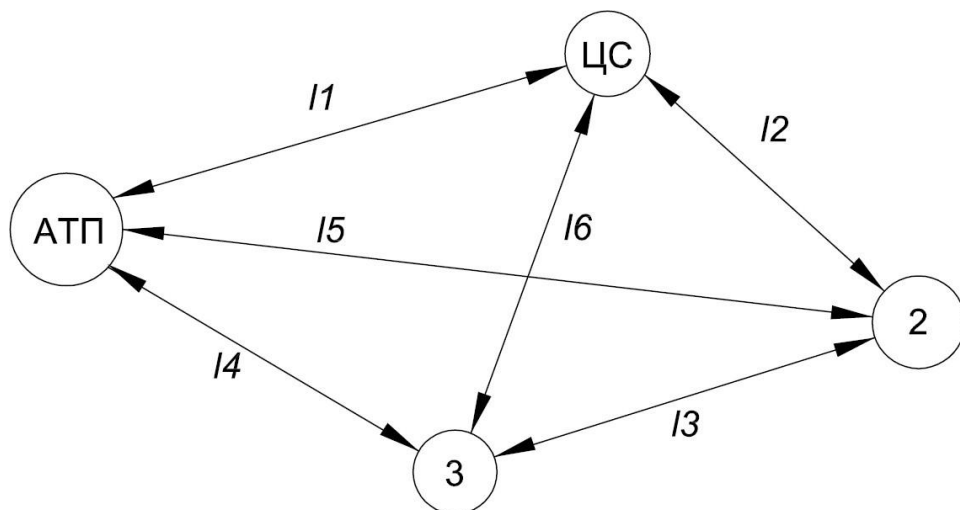

Рис. 1. Схема транспортной сети
11. Изучить схему транспортной сети (Рисунок 1), исходные данные расстояний и технической скорости (Таблица 1).